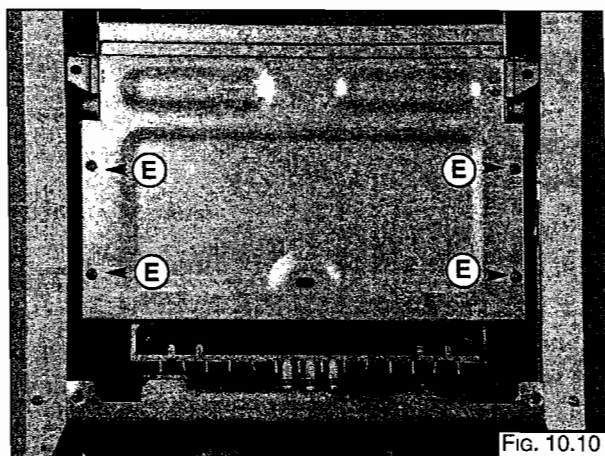

Fig. 10.10
1. Remove the screws "E" (Fig. 10.10);